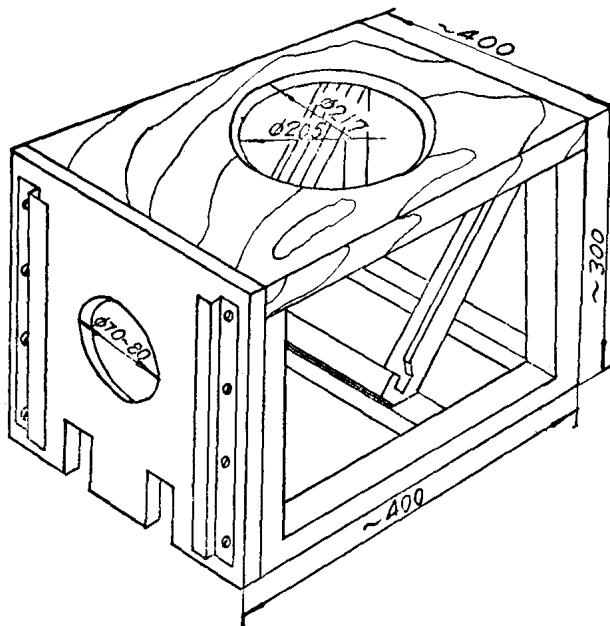

图 3
④ 聚光镜——直径 $8\frac{1}{2}$ " 300° 聚光镜。
⑤ 普通镜子——即一般生活用的平面镜子，规格应大于 200×200 毫米。
⑥ 聚光镜架——靠灯泡一面用石棉板隔热，中间挖一圆孔透光。面板可用木板，中间挖一圆孔（斜口），安装聚光镜。为利于自然散热，其余四面可空着。架子可用木材，也可用小角铁。普通镜子的架子可用木条制作。在石棉板的左右两端可用白铁皮制两条槽子，以安装光源罩壳。（见图 3）